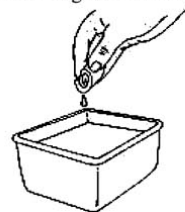

Fig.23
3. Lave el filtro con agua y detergente (Fig.23). Enjuague el filtro completamente. Exprima el agua y deje secar completamente.